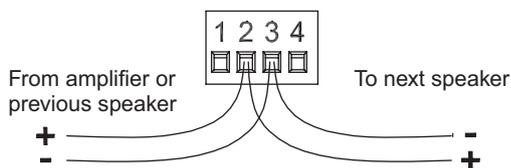

Abbildung 9: Parallele Verkabelung
1. Parallele Verkabelung. Schließen Sie das Adernpaar des nachfolgenden Lautsprechers an Kontakt 2 und 3 an. Wenn ein Eingangsanschluss entfernt wird, bleibt der nachfolgende Lautsprecher angeschlossen. Siehe Abbildung 9.